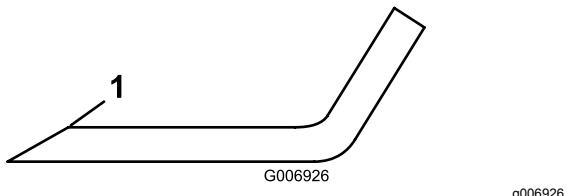

Рисунок 76
4. Осмотрите режущие кромки всех ножей; заточите их, если они затупились или имеют зазубрины; чтобы ножи были острыми, затачивайте только верхнюю сторону режущей кромки и сохраняйте первоначальный угол заточки (Рисунок 76).